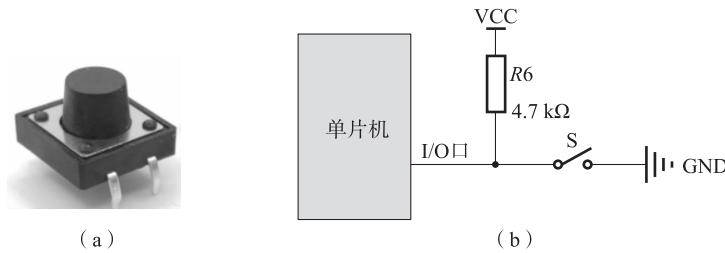
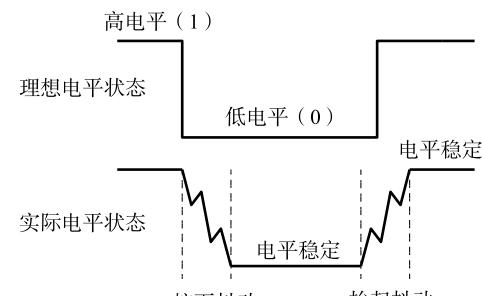

图 2-16 独立按键
图 2-17 按键的抖动
独立按键是一种电子开关，使用时只需要轻轻按下开关的按钮即可使开关接通，松开手开关断开。常见独立按键的实物和电路如图 2-16 所示。
在图 2-16 (b) 中可以看到，独立按键的实质是一个开关。在理想状态下，按一下开关 S，此时单片机的 I/O 口与 GND 连接，相当于给单片机的 I/O 口一个低电平 (0) 的输入；抬起开关 S，此时单片机的 I/O 口与电阻和 VCC 相连，相当于给单片机的 I/O 口一个高电平 (1) 的输入。但是由于在按下和抬起的过程中人手抖动，会使 S 按下、抬起几次后才稳定在一个按下或抬起的最终状态。这种情况叫作按键的机械抖动。由于有这个抖动的产生，单片机的 I/O 口的输入状态会在高、低电平之间变化几次（通常为 5~10 ms），然后其电平状态才会稳定下来。其理想状态和抖动状态下的电平状态如图 2-17 所示。
在图 2-17 中可以看到，在理想状态下，按下和抬起时的电平是稳定的。而在实际状态下，由于按下和抬起时有抖动现象，所以要经过一段时间（常为 5~10 ms）后，电平才会处于稳定状态。由于有这样的抖动现象，单片机在读取 I/O 口的电平时会产生误读信号，从而产生错误的判断，所以应当采取适当的措施来消除这种抖动。